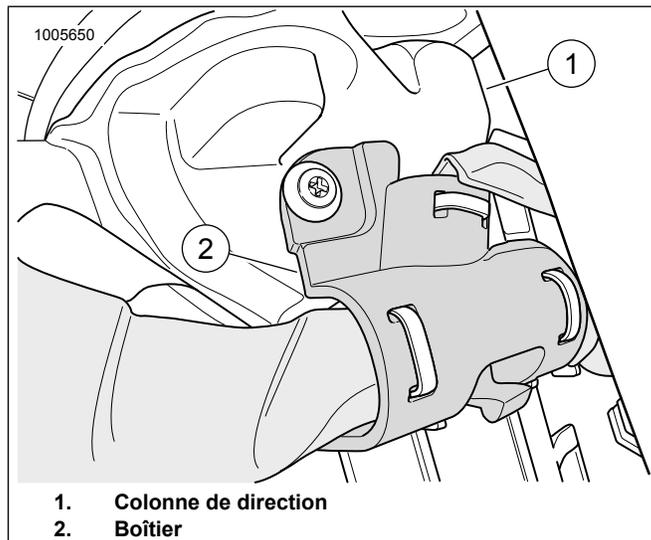

**Figure 5. Carénage FLH**
8. Voir la figure 5. Acheminer le câble du moteur du feu (1) comme illustré. Attacher le câble avec un serre-câbles.